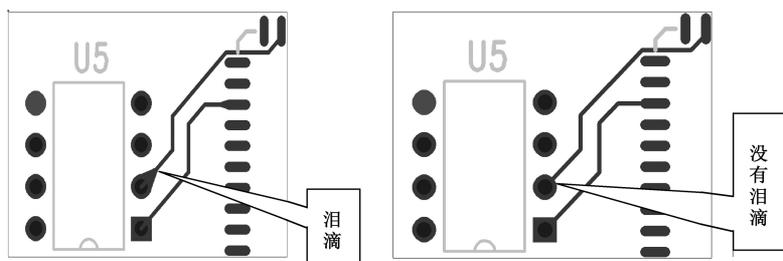

图 7-12 “泪滴”效果对比
1) 生成泪滴:勾选该复选框意味着当布线进、出焊盘时将自动产生“泪滴”。“泪滴”有助于加固布线与焊盘的连接。图 7-12 所示为勾选和不勾选该复选框的情况。